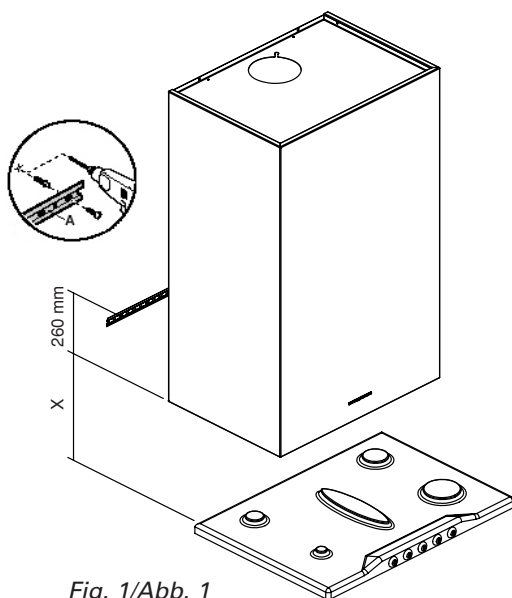
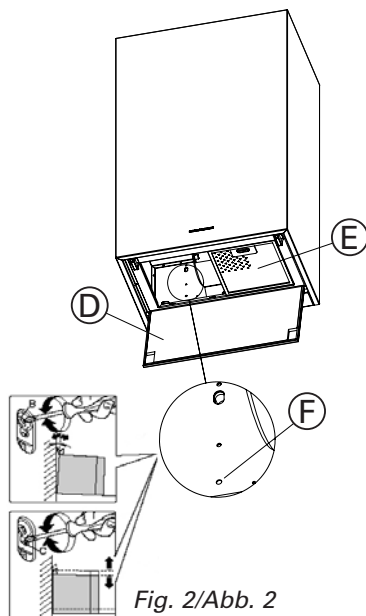
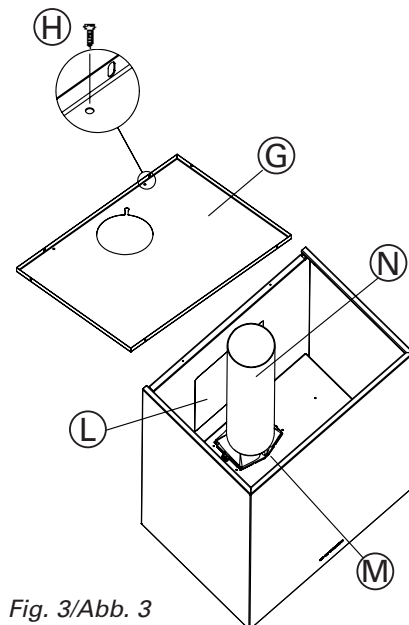

Fig. 1/Abb. 1
Fig. 2/Abb. 2
Fig. 3/Abb. 3
- Appoggiare alla parete la barra di sostegno (A) (Fig. 1), ad un'altezza dal piano cottura determinata dalla somma delle quote X+260 mm.
- Regolare l'allineamento della cappa tramite le viti delle attaccaglie (Fig. 2): queste sono raggiungibili aprendo il pannello (D) e togliendo i filtri metallici antigrasso (E).
- La vite superiore (B) regola la distanza dalla parete, quella inferiore (C) lo scorrimento verticale.
- Per evitare lo sganciamento della cappa dovuto ad una pressione sottostante, fissarla alla parete con due tasselli ad espansione e relativa vite attraverso gli appositi fori (F) all'interno della cappa.
- Per installare la cappa in versione aspirante collegarsi al tubo in PVC (N) che fuoriesce dall'apposita foratura sul coperchio (G) della cappa.
- Nel caso il foro di uscita a parete sia posizionato sul retro della cappa stessa togliere il tubo in PVC e il coperchio (Fig. 3) agendo sulle 6 viti autofilettanti (H) di fissaggio.
- Rimuovere il pezzo semitranciato (L) rompendo i punti di unione e inserire sul raccordo (M) un tubo flessibile; successivamente riposizionare il coperchio nella sua posizione originale.
- Rest the support bar (A) against the wall (Fig. 1) at a height from the cook top determined by the sum of the distance X+260 mm.
- Open the inferior panel (D) and remove the metal filters (E).
- Adjust the alignment of the range hood using the screws on the brackets (Fig. 2). The top screw (B) adjust the distance from the wall, the bottom screw (C) adjust the height.
- To prevent the range hood from detaching due to pressure from below, fasten it to the wall using a screw anchor and screw, through the corresponding hole (F) inside the hood.
- For suction version connect, with a suitable PVC pipe, the upper part of PVC pipe (N) mounted in the hood to the exhaust outlet.
- In case of exhaust outlet placed on the back of the hood: remove (Fig. 3) the cover (G) unscrewing the 6 screws (H) and the PVC pipe.
- Remove the back panel (L) breaking the joint points and connect the motor pipe fitting to the exhaust outlet using a suitable flexible duct.
- Die Stützstange (A) an der Wand positionieren (Abb. 1); hierfür einen Abstand von der Kochebene wählen, der sich aus der Summe der Maße X+260 mm ergibt.
- Die Ausrichtung der Dunstabzugshaube mit Hilfe der Befestigungsschrauben regeln (Abb. 2); man erreicht diese, indem man die Platte (D) öffnet und die Fettfilter aus Metall (E) entfernt. Mit der oberen Schraube (B) wird der Abstand von der Wand eingestellt, mit der unteren Schraube (C) die Höhe.
- Um zu vermeiden, dass sich die Dunstabzugshaube durch eine Druckausübung von unten löst, diese mit Hilfe der zwei Expansionsdübel und der entsprechenden Schraube durch die entsprechenden Öffnungen (F) im Haubeninneren an der Wand befestigen.
- Um eine Dunstabzugshaube mit Abluftbetrieb zu installieren, sich an das PVC- Rohr (N), das aus der Bohrung am Deckel (G) der Haube austritt, anschließen.
- Sollte die Wandausgangsbohrung an der Hauberrückseite positioniert sein, das PVC- Rohr und den Deckel entfernen (Abb. 3), indem man die 6 selbstschneidenden Befestigungsschrauben (H) betätigt.
- Die Rückwand (L) entfernen, wobei man die Verbindungspunkte bricht, und einen Schlauch in den Anschluss (M) einfügen: anschließend den Deckel wieder auf seiner ursprünglichen Stelle positionieren.
- Fijar la campana a la barra de sujeción, regular el alineamiento de la campana a través de los tornillos fijados (fig. 2); éstos son manipulables abriendo el panel (D) y sacando el filtro metálico (E). El tornillo superior (B) regula la distancia de la pared. Mientras que el inferior (C) el desplazamiento vertical.
- Para evitar el deslizamiento de la campana debido a una presión de la parte inferior, fijarla a la pared con 2 tacos de expansión y los tornillos respectivos en los agujeros localizados (F) dentro de la campana
- Para instalar la campana en versión aspirante conectar con el exterior el tubo en PVC (N) que sobresale del agujero sobre la tapa de la campana.
- En el caso de que el agujero de salida quede posicionado en la parte trasera de la campana sacar el tubo en PVC y la tapa (fig. 3) accionando sobre los 6 tornillos autoroscantes de fijación. Sacar la pieza semi-cortada (I) rompiendo los puntos de unión e introducir al racor (M) un tubo flexible, sucesivamente devolver la tapa a su posición original.
- Приложить к стене крепежную рейку (А - рис. 1) на высоте $X + 260$ мм от варочной панели.
- Отрегулировать строго горизонтальное положение вытяжки с помощью винтов на держателях (рис. 2). Для доступа к винтам необходимо открыть панель (D) и снять металлические антижировые фильтры (E). Верхний винт (B) регулирует расстояние от стены, а нижний (C) - вертикальное смещение.
- Для предотвращения отцеplения вытяжки в результате давления снизу ее необходимо прикрепить к стене с помощью двух дюбелей и соответствующих винтов, продетых в специальные отверстия (F) внутри вытяжки.
- На патрубок (D) необходимо надевать гибкий шланг (E).
- Для установки воздухоотводной версии вытяжки присоединить трубу из ПВХ (N), которая должна проходить через соответствующее отверстие на крышке (G) вытяжки.
- В случае если выходное отверстие расположено на задней стенке самой вытяжки, снять трубу из ПВХ и крышку (рис. 3), открутив 6 крепежных шурупов (H). Снять заднюю панель (L), отломив ее в точках соединения, и вставить надеть на соединительный элемент (M) гибкий шланг, после чего установить крышку в первоначальное положение.